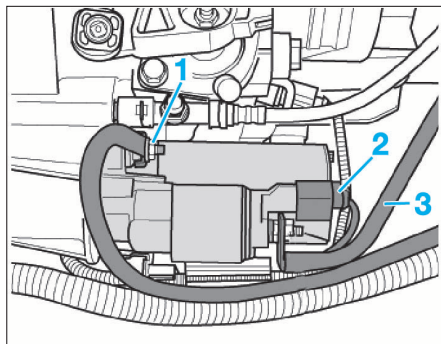

FIG. 15
- Déposer le câble de masse (1) (Fig.15).